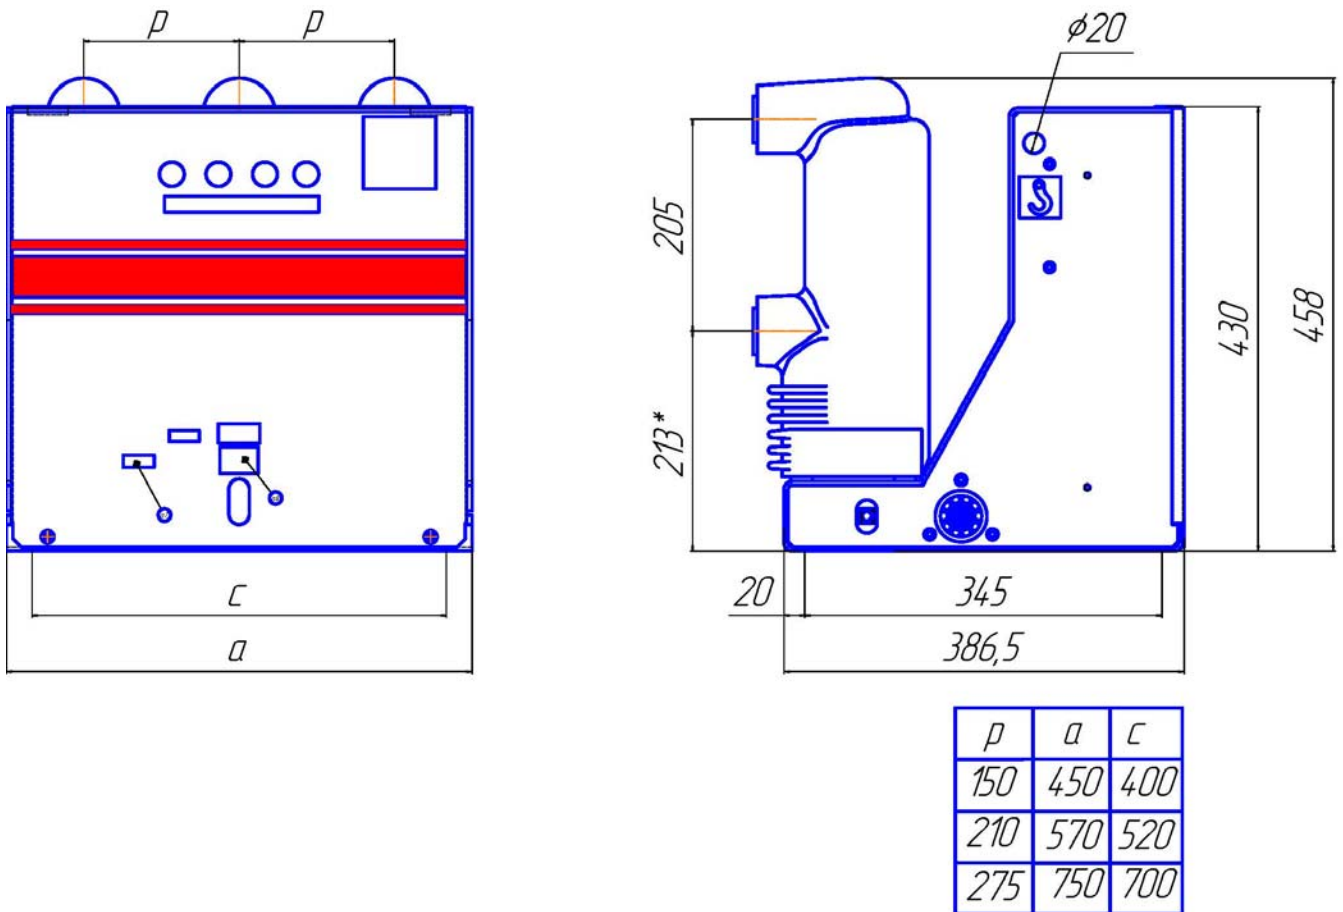

Рисунок 2. Габаритные, установочные и присоединительные размеры выключателей вакуумных серии ВБ4-Э.
В отключенном положении выключателя контакты (24) вакуумных дугогасительных камер (рис.2) разомкнуты, блок–контакты (13) переключены и находятся в свободном состоянии, указатель положения выключателя (8) показывает, что выключатель отключен.